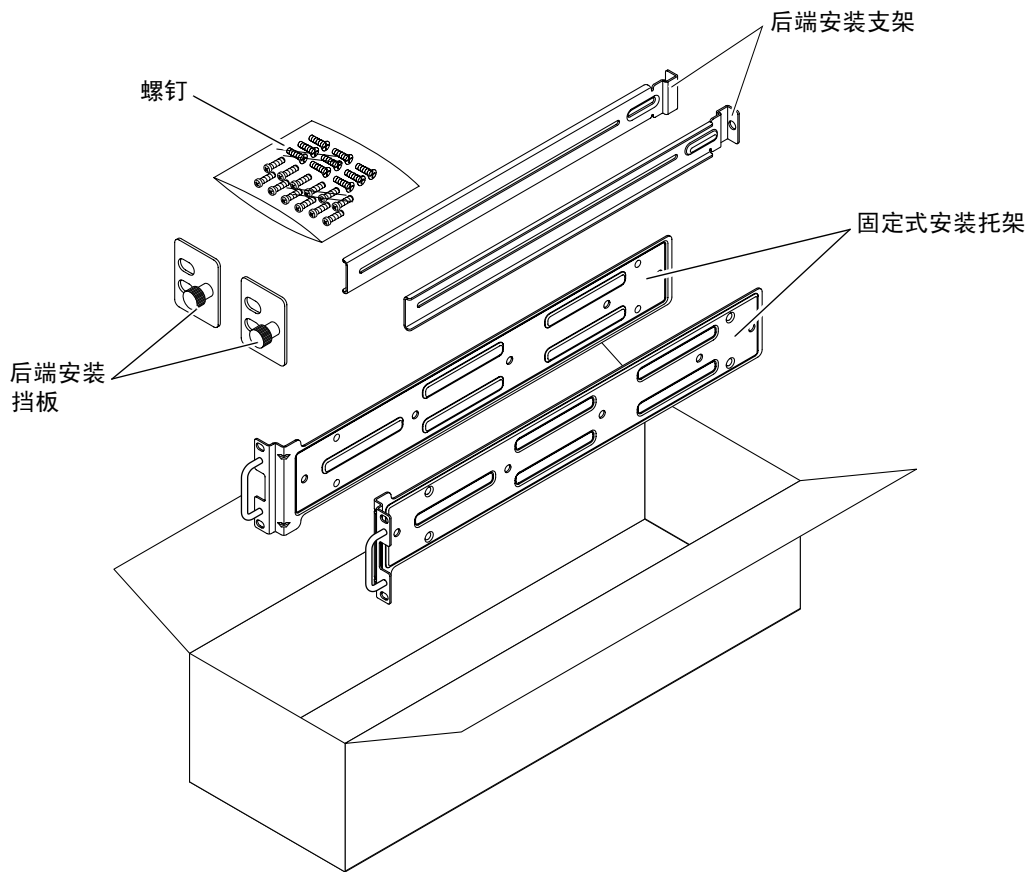

图 3-1 19 英寸四柱机架固定式安装套件中的物品
1. 从机架套件中取出固定式安装托架（图 3-1）。
4. 从机架套件中取出两个后端安装支架（图 3-1）。
8. 从机架套件中取出两个后端安装挡板（图 3-1）。
还需要使用 Netra 240 服务器附带的标准机架安装套件中的固定式安装托架（图 3-1）。
1. 从标准机架套件中取出固定式安装托架和 M5 × 8 毫米十字平头螺钉（图 3-1）。